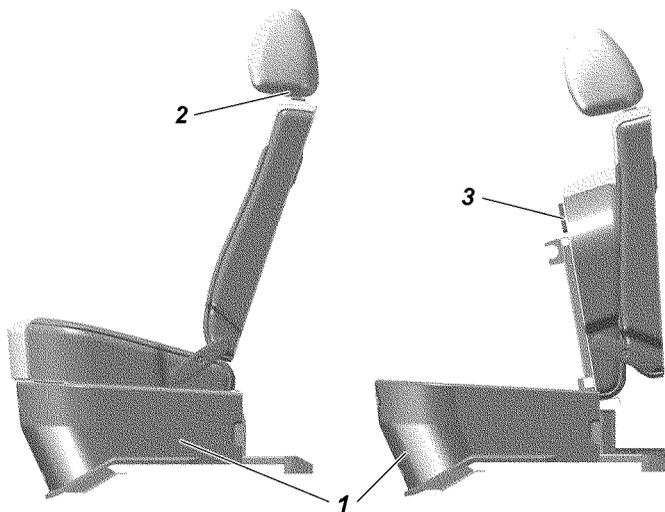

Рис. 3.22. Заднее трехместное сиденье UAZ PICKUP:
**Заднее трехместное сиденье UAZ PICKUP** (рис. 3.22) состоит из трехместной подушки, спинки и регулируемых по высоте съемных подголовников.